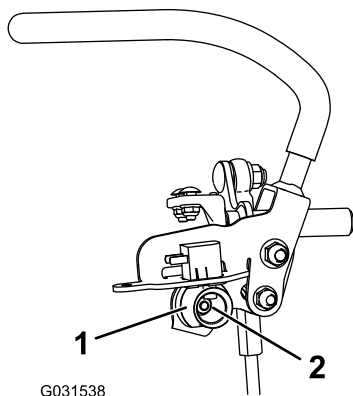

Figure 68
6. Desserrez l'écrou de fixation de la came (Figure 68).